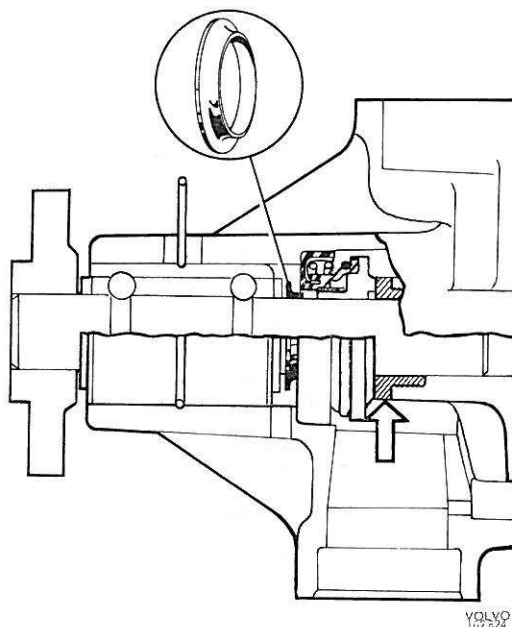
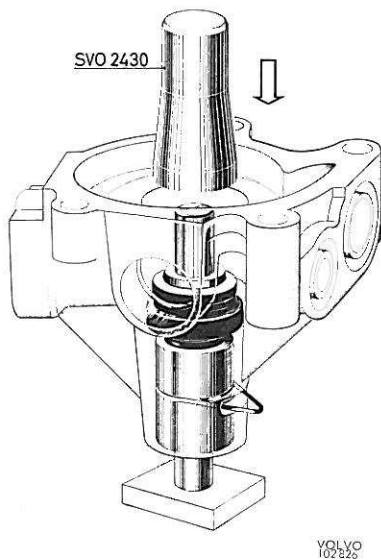

Figure 114. Emplacement de la bague de retour d'huile
Figure 115. Mise en place de la bague d'étanchéité
2. Remonter la bague de retour d'huile en se référant à la figure 114. Remettre la bague d'étanchéité en place en se servant de la chasse SVO 2430, figure 115. Enduire de disulfure de molybdène la surface de contact de la